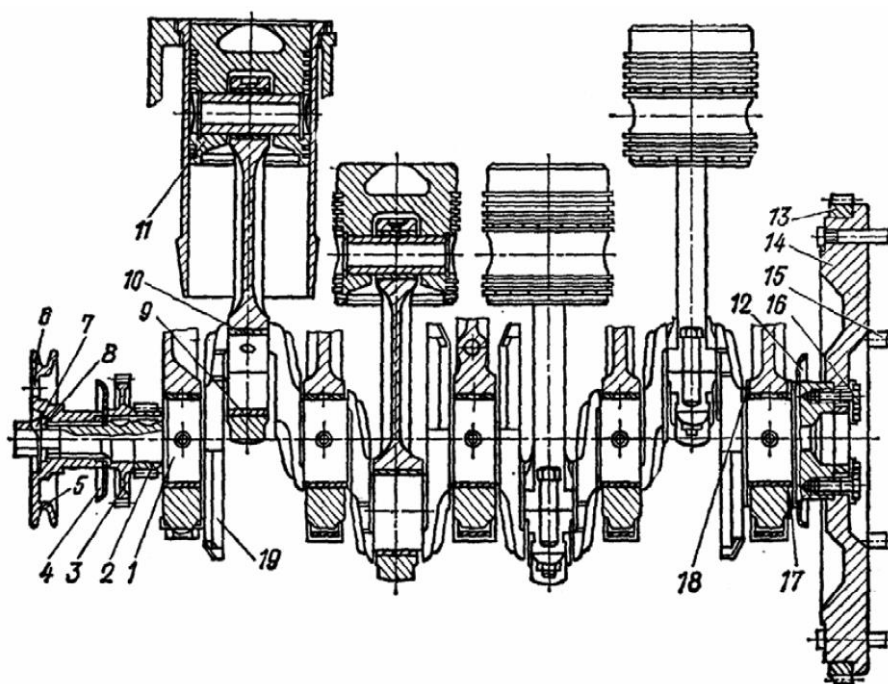

Рис. 2.7. Кривошипно-шатунный механизм двигателя Д-240:
3. Изучите устройство поршня 11 (рис. 2.7). Следует знать, что зазор между юбкой поршня и гильзой цилиндра холодного двигателя - 0,18...0,22 мм.